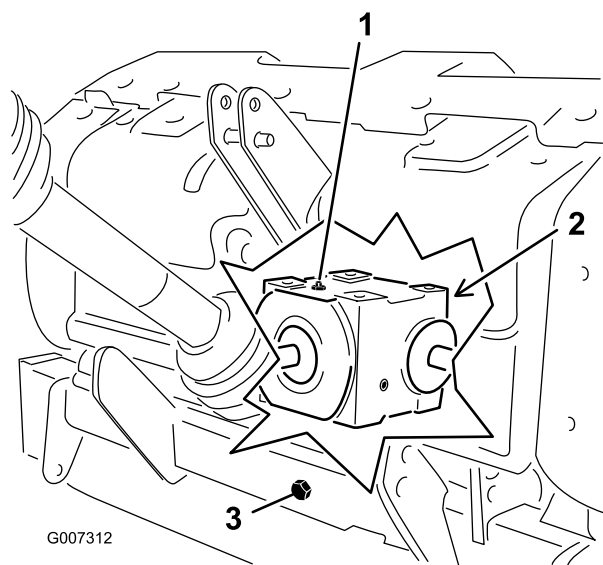

Figure 31
2. Enlevez le bouchon de contrôle du boîtier d'engrenages (Figure 31).
3. Vérifiez que le niveau d'huile atteint le bas de l'orifice du bouchon de contrôle dans le boîtier d'engrenages (Figure 31).
1. Nettoyez le bouchon de remplissage et le bouchon de vidange pour éviter la contamination (Figure 31).